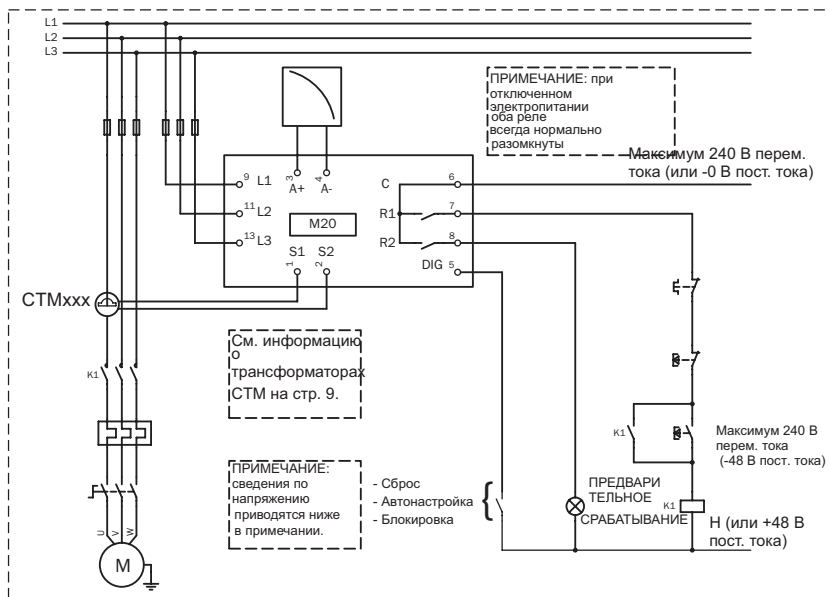

Рис. 1 Пример подключения
1. Трансформатор тока СТМxxx должен быть установлен на фазе, соединенной с клеммой 9, это фаза L1, см. Рис. 1. нарушение данного требования приведет к выходу устройства из строя.
Примечание: трансформатор тока (СТМxxx) должен быть установлен на фазе, соединенной с клеммой 9, это фаза L1, см. Рис. 1.
ПРИМЕЧАНИЕ: если ПУСК/ОСТАНОВ подключен согласно Рис. 1, рекомендуется шунтировать клеммы 6 и 7 при программировании. По завершении программирования шунт должен быть извлечен. Если подключение выполнено согласно Рис. 1, диапазон напряжений устройства, например, 3x380-500 В перем. тока, должен соответствовать напряжениям соответствующего двигателя или линии, например, 3x400 В.
В данном примере подключения показаны соединения, необходимые для однофазного оборудования. Остальные подключения показаны на Рис. 1.
В качестве цифрового входа используются клеммы 5 (DIG) и 6 (С - reference). Может использоваться сигнал переменного или постоянного тока. Если используется сигнал постоянного тока, то "+" подключается к клемме 5 (DIG), а "-" – к клемме 6. При использовании напряжения постоянного тока соблюдайте полярность. См. также Рис. 1, клемма 6: максимум 240 В перемен. тока (или -0 В пост. тока) и клемма 5: Н (или +48 В пост. тока). См. также глава 9, "Расширенные функции".